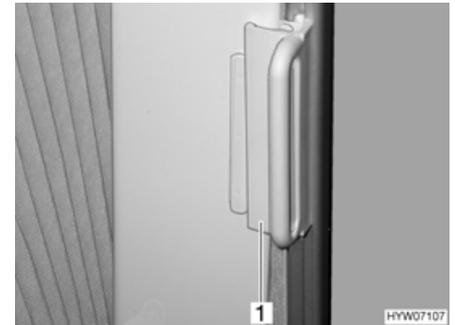

Fig. 38 Bloqueo para estor plegable
- Desplazar el tirador (Fig. 38,1) hasta la pieza sobrepuesta. El estor plegable queda asegurado.